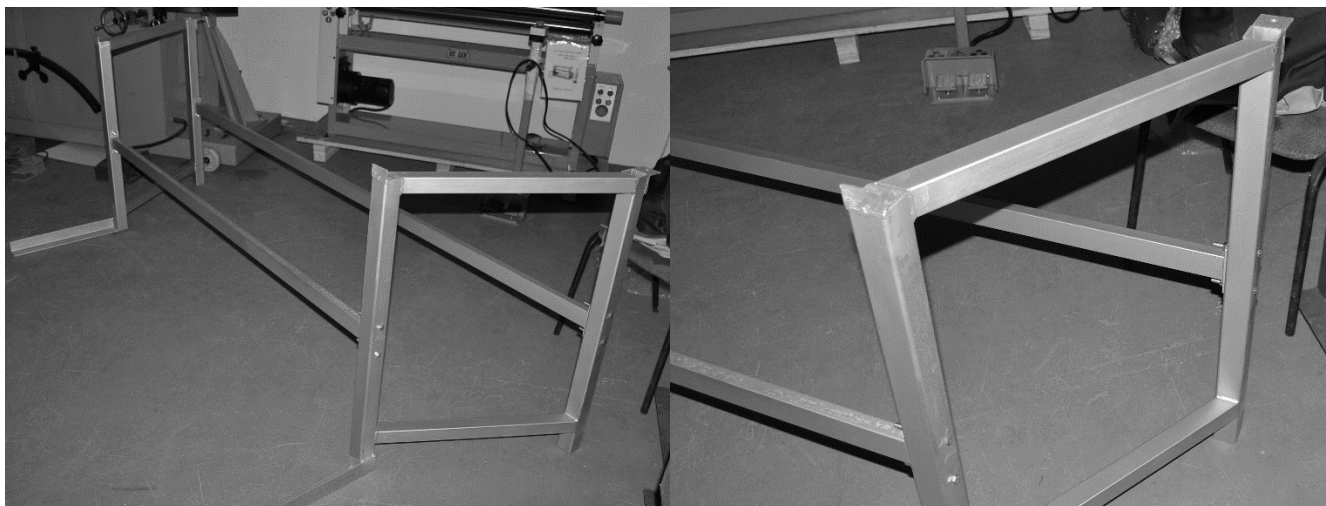

Рис. 2
3. Соедините ножки(3) задней поперечной балкой(2), при помощи болтов М6х75(6). (Рис. 2)